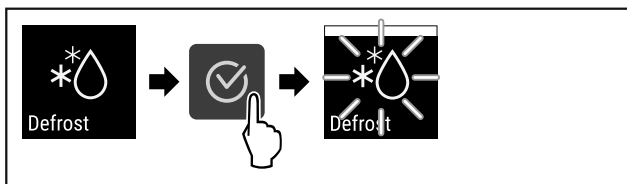

Fig. 86
- ▶ Proveďte akční kroky (viz Fig. 86).